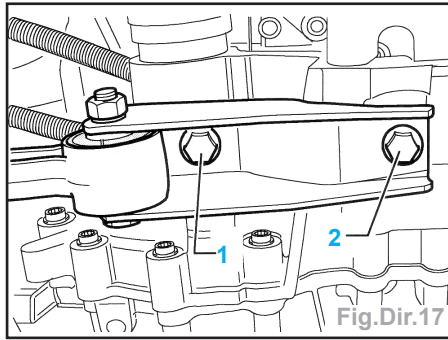

Fig.Dir.17
- Déposer la vis (1 et 2) de l'appui oscillant (Fig.Dir.17).
- Monter l'appui oscillant sur la boîte de vitesses et serrer à fond les nouvelles vis hexagonales (1 et 2) (Fig.Dir.17).